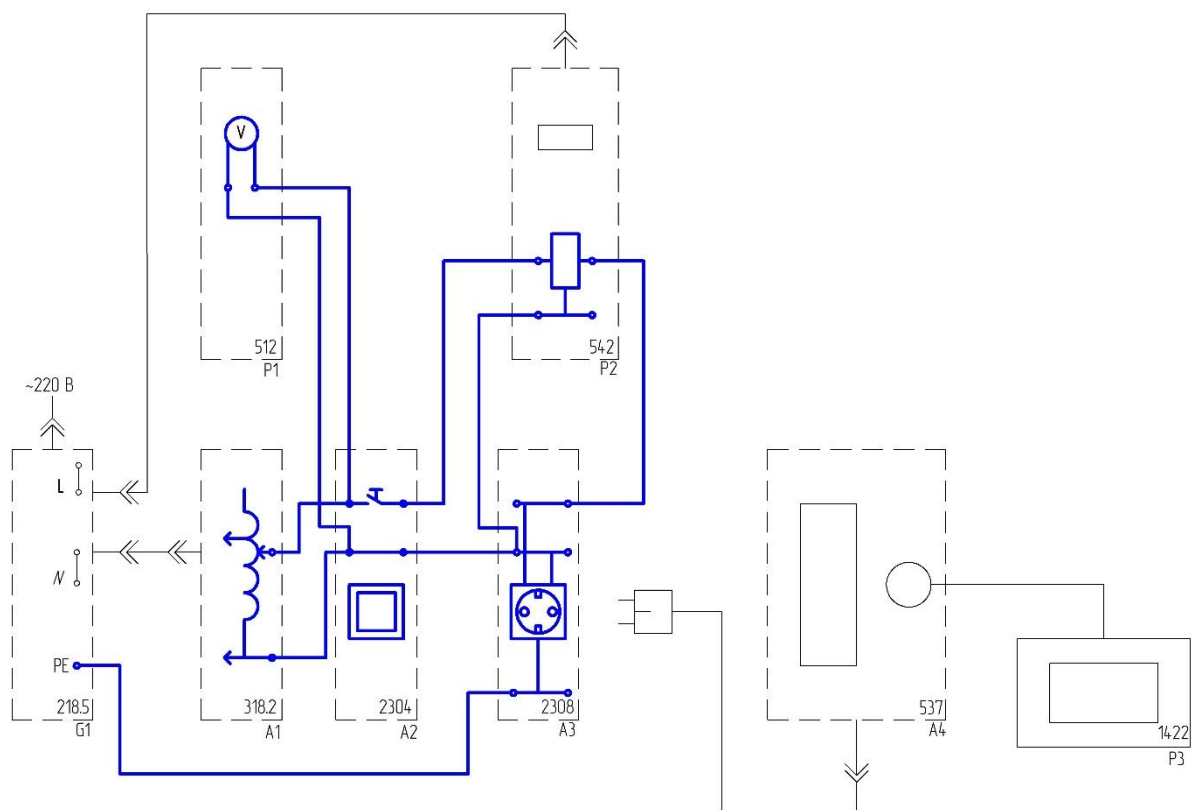

Рис.3.1.
- Соедините аппаратуру в соответствии со схемой электрической соединений, приведенной на рис.3.1.